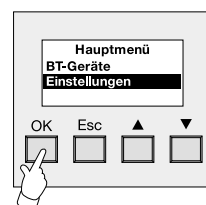

Bild 2:
2. Das Hauptmenü öffnet sich. Durch Anwählen (Tasten Δ / ∇) des Menüeintrags "Einstellungen" und Betätigung der Taste "OK" wird der Vorgang weiter fortgesetzt (vgl. Bild 2). Eine Betätigung der Taste "ESC" bewirkt den Rücksprung in den Grundzustand. Weiter mit Schritt 3 (mit PIN) bzw. mit Schritt 4 (ohne PIN).